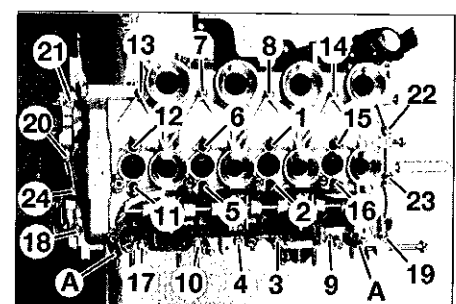

FIG. 44
- Reposer le carter supérieur de paliers d'arbre à cames sur la culasse en le centrant à l'aide de deux piges (outil réf (-). 0194-N) (A) (Fig.44) introduites dans les trous prévus à cet effet.
- Approcher puis serrer progressivement les vis de fixation dans l'ordre indiqué (Fig.44).
- Déposer les deux piges (A).